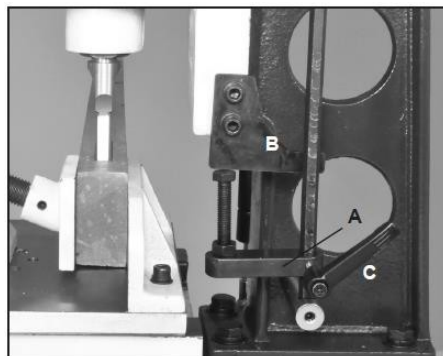

Рис. 14
2. Установите стопорную пластину (поз. 81, Рис. 14, А) на направляющем стряжне колонны (поз. 10) так, чтобы болт (поз. 79) уперся в ограничительную пластину (поз. 12), расположенную на головке станка.